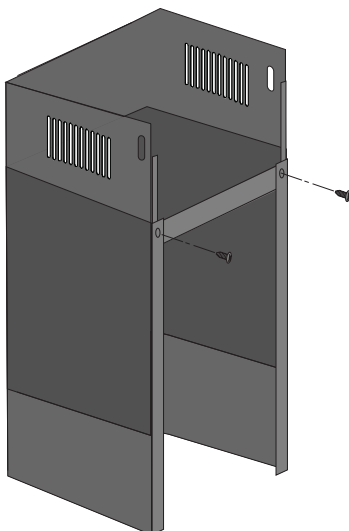

Figure 4
- Utilisez deux vis pour fixer deux cheminées ensemble avec le support inférieur de la cheminée, assurez-vous que l'intérieur de la cheminée bouge librement (voir figure 4).